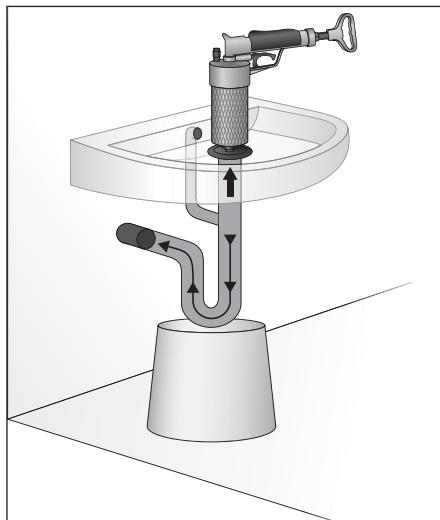

Abb. 6
5. Bauen Sie ein wenig Druck auf, indem Sie die Pumpe ③ ca. 3-4 mal betätigen.
6. Ziehen Sie den Stöpsel heraus und setzen Sie das Gerät, wie in Abb. 6 dargestellt, auf den Abfluss.